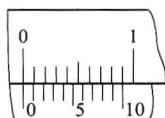

图 1-2 精度为 0.1mm 的游标卡尺读数原理
(1) 精度为 0.1mm 的游标卡尺（图 1-2），尺身每小格 1mm，当两测量爪合并时，尺身 9mm 刚好等于游标上 10 格，则游标上每格刻线宽度为 0.9mm ( $9\text{mm} \div 10$ )。尺身与游标每格相差 0.1mm ( $1\text{mm} - 0.9\text{mm}$ )。数值 0.1mm 即为游标卡尺的读数精度。